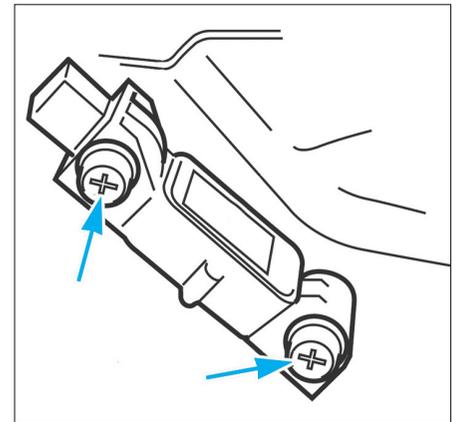

FIG. 19
- Déposer les deux vis de fixation du capteur (Fig.19).